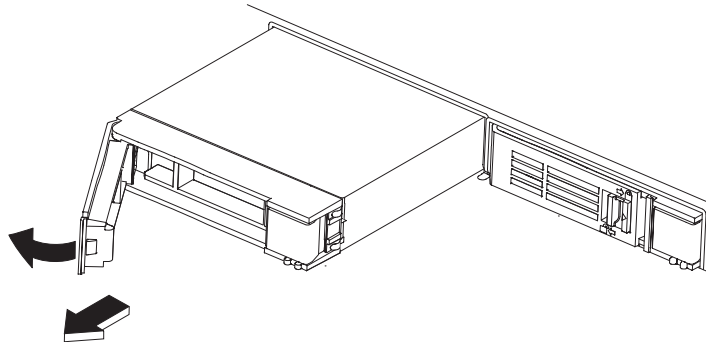

Figura 25. Com treure un mòdul d'unitat de disc dur (Tipus 7199)
2. Premeu el botó blau per obrir la palanca. Figura 25 mostra els passos següents.